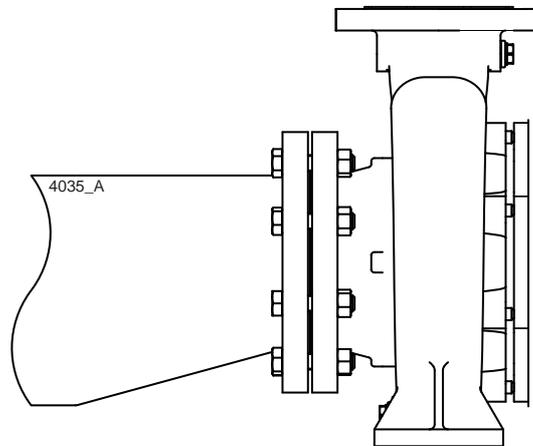

Рисунок 11. Переходной патрубок с эксцентрическим расположением концевых отверстий для приемного фланца
- Сечение всасывающей трубы должно иметь достаточные размеры. Эта труба должна быть максимально короткой и подходить к насосу таким образом, чтобы исключить образование воздушных пробок. Если это невозможно, в самой верхней точке трубы следует предусмотреть устройство для выпуска воздуха. Если внутренний диаметр всасывающей трубы превышает размер приемного патрубка насоса, для предотвращения образования воздушных пробок и завихрений необходимо использовать переходной патрубок с эксцентрическим расположением концевых отверстий. См. рисунок 11.